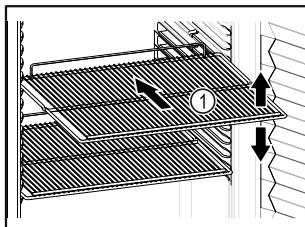

Fig. 61 Représentation à titre d'exemple
- Si les surfaces de rangement Fig. 61 (1) sont mobiles, les régler en hauteur.